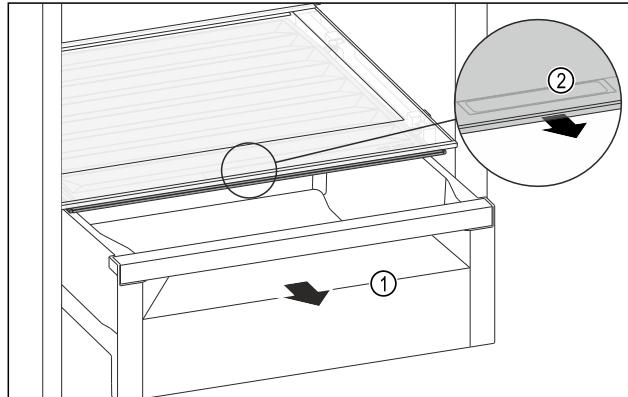

Fig. 103
- ▶ Извлеките выдвижной ящик Fig. 103 (1).
- ▶ Возьмитесь за утопленную ручку Fig. 103 (2) на крышке отделения и одновременно потяните крышку отделения вперед.